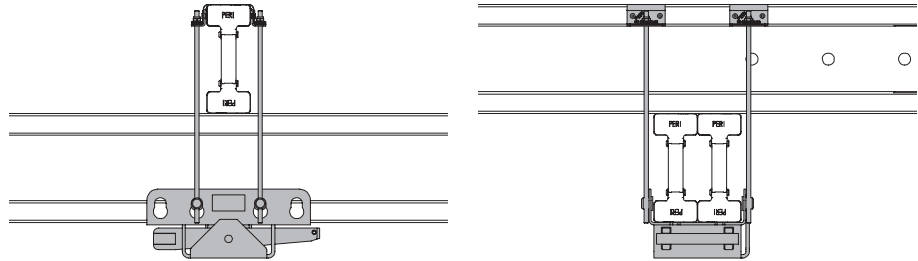

Fig. B2.01
(Fig. B2.01)
1. Su un'area di montaggio sufficientemente grande e in piano, montare gli elementi di battuta per le travi VT 20K (5a) e i distanziatori in legno per le travi VT 20K (5b) secondo la progettazione. (Fig. B2.01)